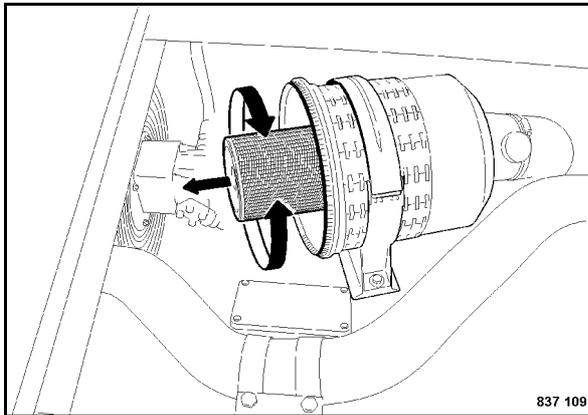

Fig. 224
- Estrarre l'elemento di sicurezza (Fig. 224) eseguendo leggeri moti rotativi.